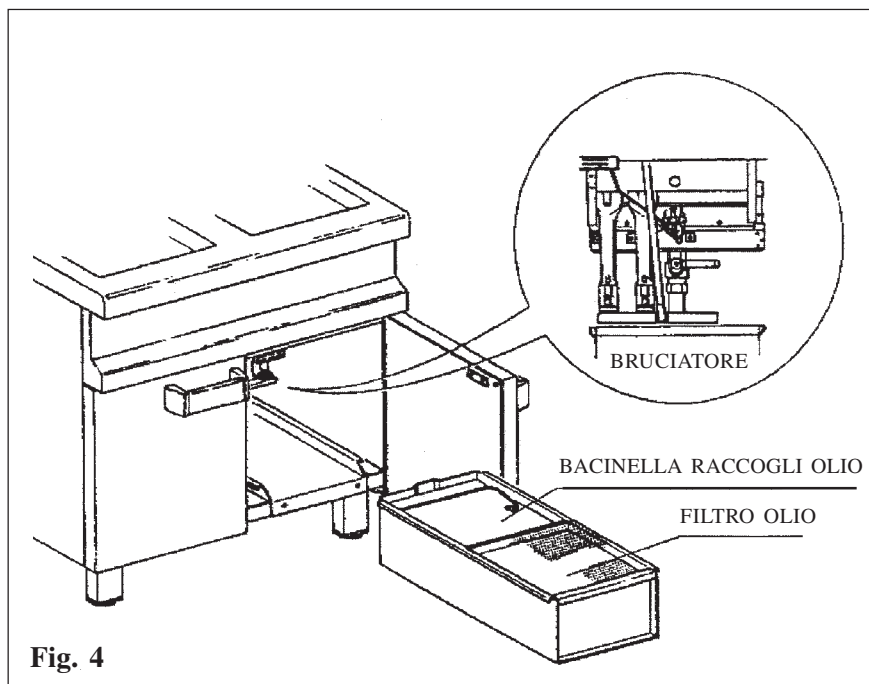

Fig. 4
5.5 SVUOTAMENTO DELLA VASCA OLIO (FIG. 4)